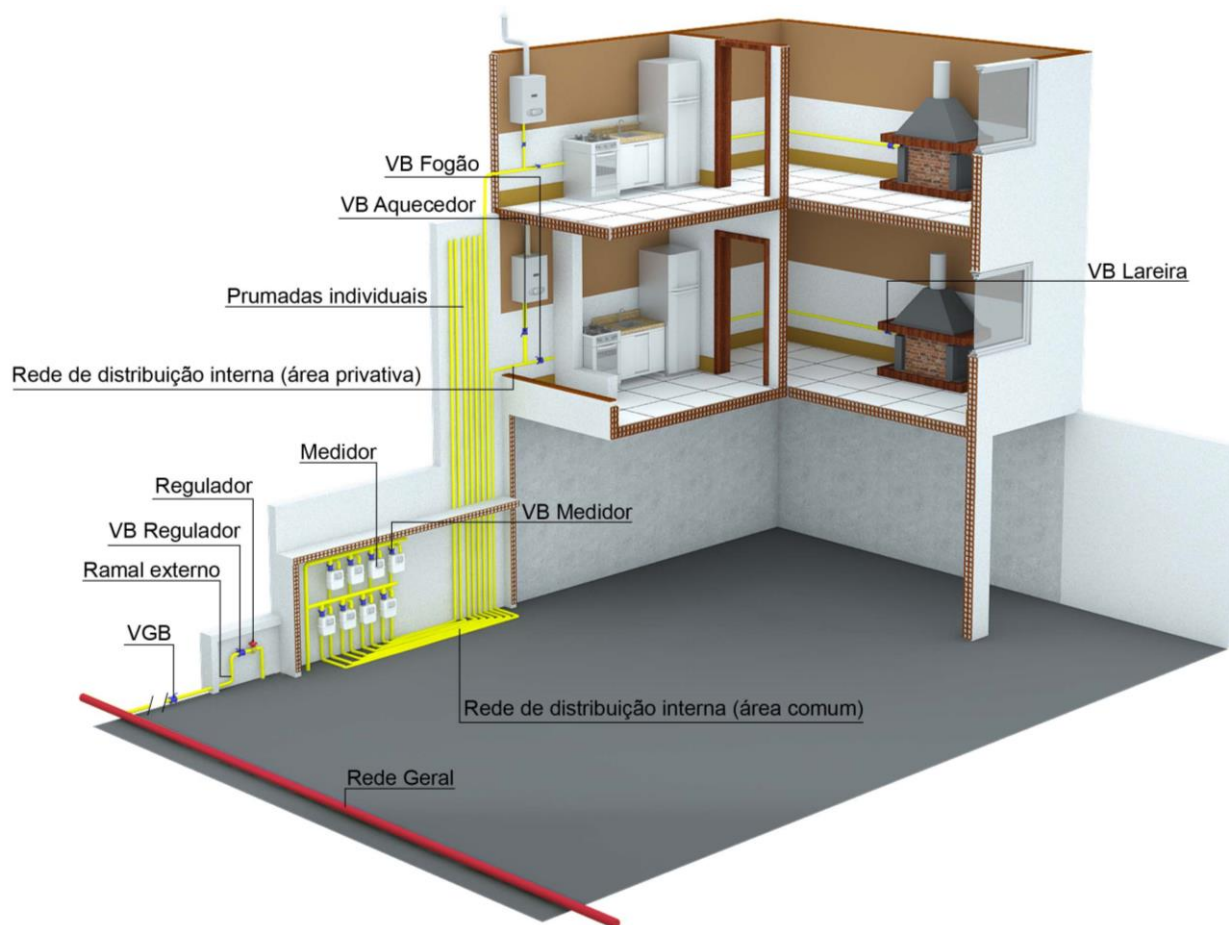

Figura 3.1 – Tipologia ilustrativa com regulador de estágio único, medição individual em área comum e distribuição por prumadas individuais
- Tipologia com regulador de estágio único, medição individual em área comum e distribuição por prumadas individuais (figura 3.1);